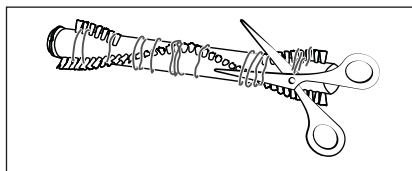

Fig. 26
- 4) Coupez les fils et les cheveux le long des poils du rouleau brosse ❶ à l'aide de ciseaux (voir fig. 26). Retirez les fils et les cheveux du rouleau de la brosse ❶.